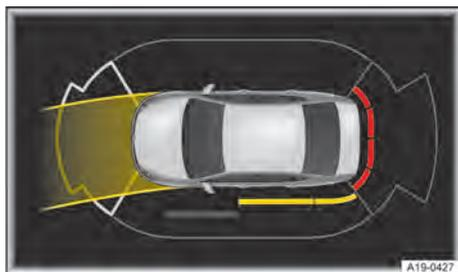

Fig. 129 No display do sistema Infotainment: detecção de obstáculos e ângulo de direção do auxílio de estacionamento (representação esquemática).
Por meio de sensores na área frontal e na área traseira do veículo, o auxílio de estacionamento reconhece a distância a um obstáculo → Página 6, → Página 8. O auxílio de estacionamento alerta quanto a um obstáculo através de segmentos coloridos no display do sistema Infotainment e por meio de um sinal sonoro → Fig. 129, → ①.